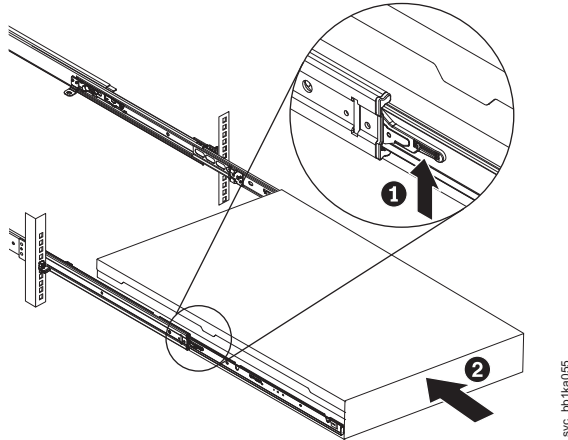

図 95. ラックのスライド・レールの 2145-DH8 ロック・レバーを上げる
11. スライド・レール上のロック・レバー (119 ページの図 95 の **1**) を上げて、サーバー **2** を、所定の位置にカチッと音を立てて収まるまで、ラック内に完全に押し込みます。